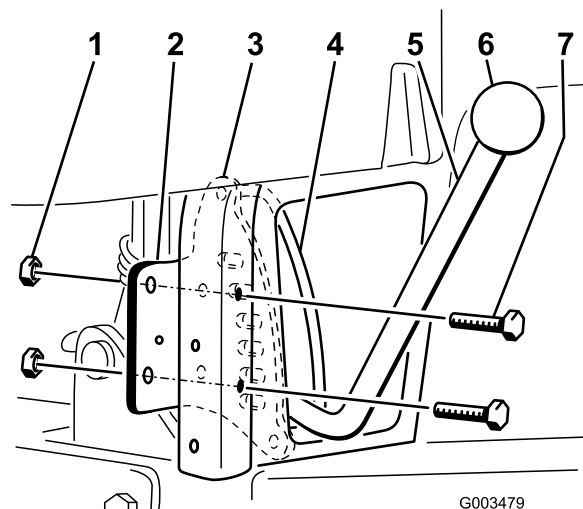

図 3
5. スカリファイヤ昇降ハンドルに、戻り止めプレートを通す。戻り止めプレートとハンドル・ガイドとの間をハンドルが通ればよい（図 3）。
6. 図 3 のように、ボルト（ $(5/16 \times 2-1/2 \text{ in})$ ）2本とロックナット（ $(5/16 \text{ インチ})$ ）2個を使って、ディテント・プレートを右後部縦フレーム・チューブの後面に取り付け
7. 昇降ハンドルにノブを取り付ける (図 3)。